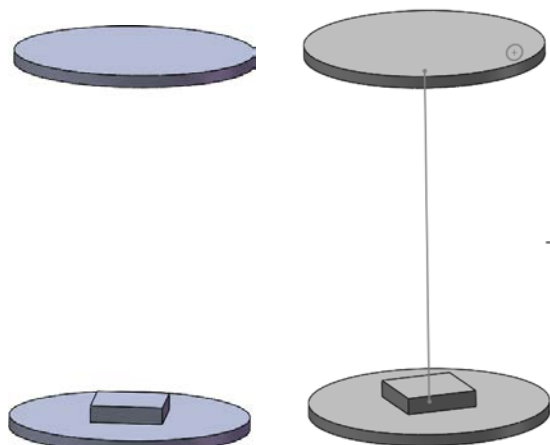

图 5-50 导入素材文件
STEP 1 新建“装配”文件，然后导入本书提供的素材文件“挡板.SLDPRT”（两次），并进行装配，效果如图 5-50 所示。